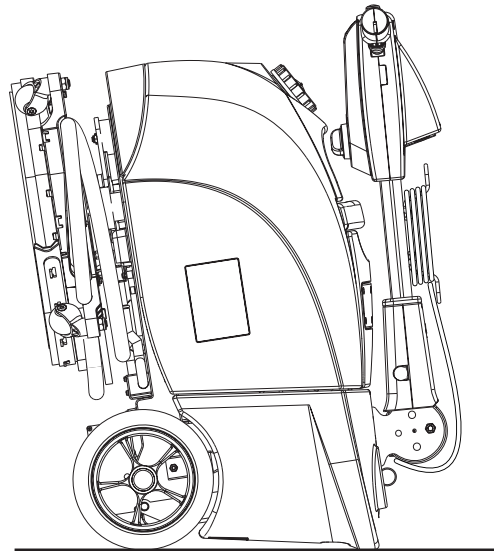

Abbildung 3
2. Abdeckung (4) öffnen und Batteriestecker (7) trennen.
4. Um die Bürste und die Sauglippengummis besser zu schützen, Schubbügel (1) nach vorne stellen und Gerät wie auf Abbildung 3 abstellen.